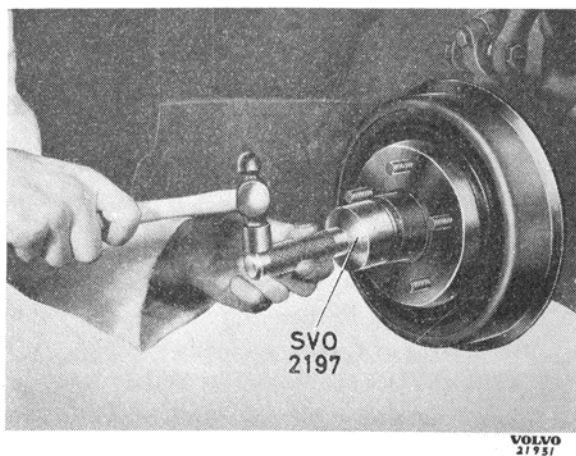
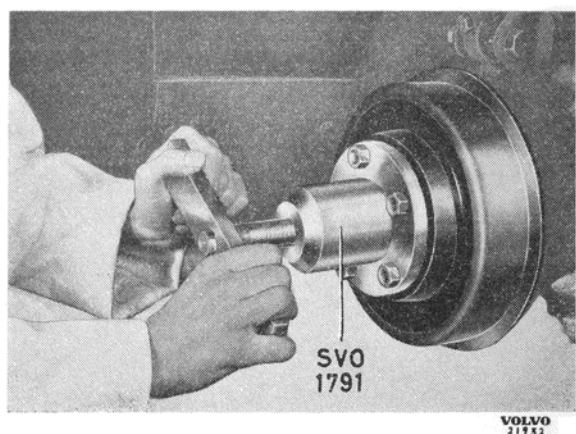
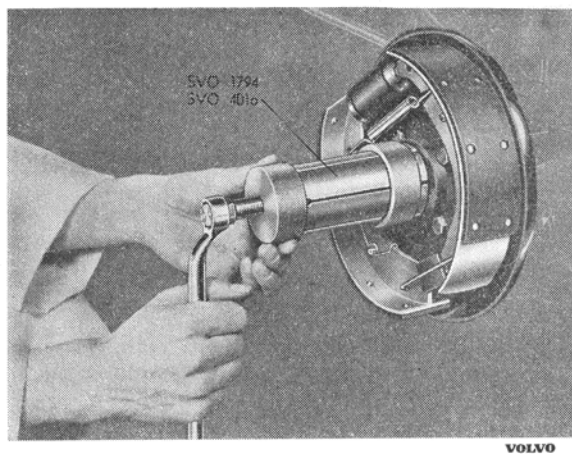

Bild 6. Demontering av fettkapsel.
Bild 7. Demontering av nav.
Bild 8. Demontering av inre lager.
3. Tag bort fettkapseln med verktyg SVO 2197 (bild 6). Tag bort saxpinnen och kronmuttern. Drag av navet med avdragare SVO 1791 (SVO 1446 A) enligt bild 7.
5. Drag av innerringen med avdragaren SVO 1794 (SVO 4016) om så erfordras (bild 8).
3. Tag bort fettkapseln med verktyg SVO 2197 (bild 6). Tag bort saxpinnen och kronmuttern. Drag av framnavet med avdragare SVO 1791 (SVO 1446 A) enligt bild 7. Drag av inre lagerringen om så erfordras (bild 8).